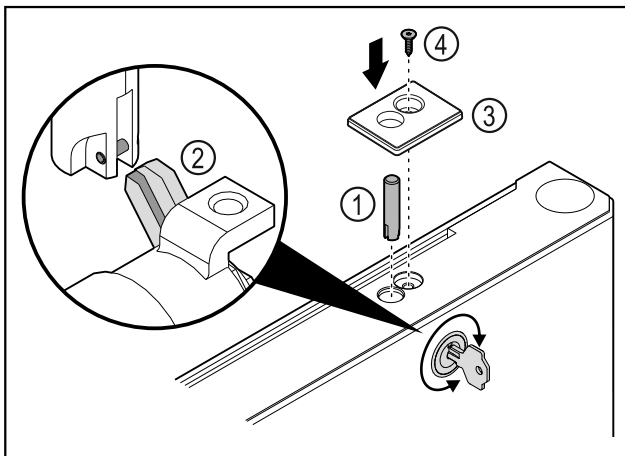

Fig. 46
- Insérer l'axe de la serrure Fig. 46 (1).
- Tourner légèrement la serrure afin que l'axe Fig. 46 (2) s'enclenche dans la fente de la serrure.
- Mettre en place le cache Fig. 46 (3).
- Insérer la vis Fig. 46 (4).